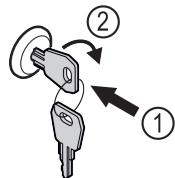

Fig. 75 Зображення для прикладу
- Вдавити ключ Fig. 75 (1).
- Повернути ключ на 90° за годинниковою стрілкою Fig. 75 (2).